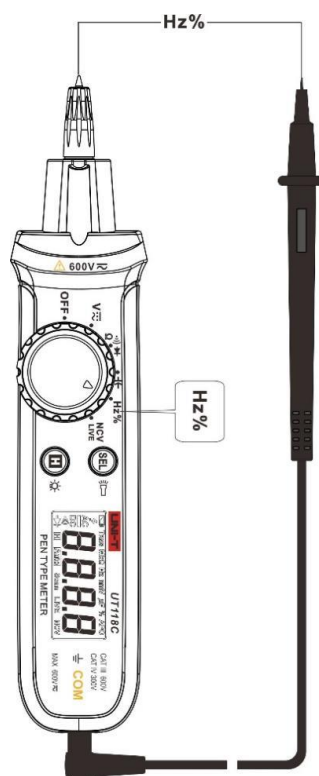

Figura 6
11.4 Misurare la frequenza/ciclo di lavoro (Figura 6)